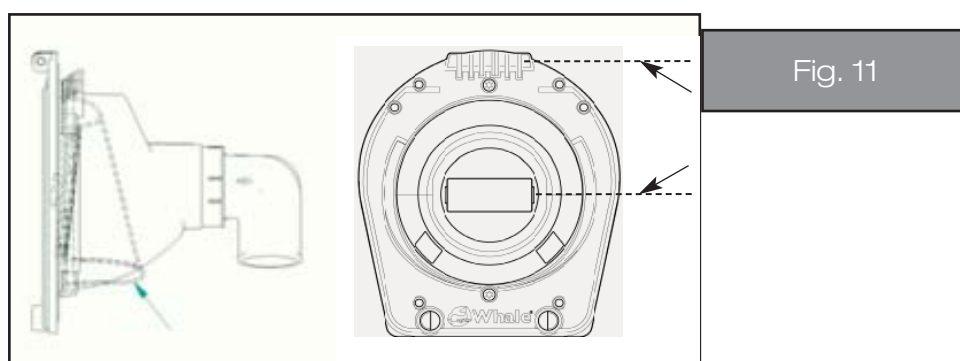

Fig. 11
8. Sätt tillbaka handtaget genom att sätta tillbaka gångjärnet och trycka sprinten genom spännbrickan (se fig. 11).